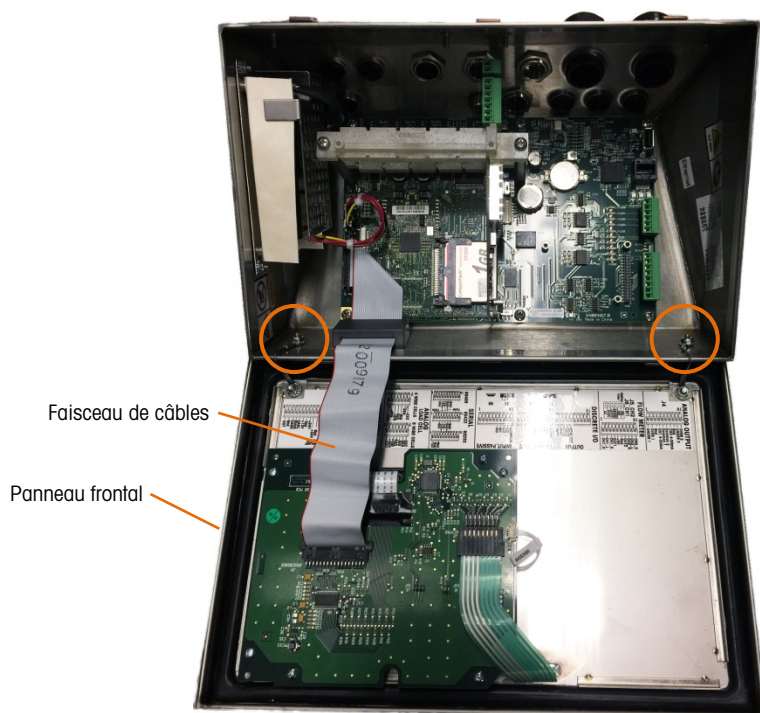

Figure 2-9 : Enceinte pour environnement difficile ouverte, avec panneau frontal dans l'orientation d'origine
3. Desserrez les deux écrous fixant les deux câbles métalliques que vous enlevez. Ils servent de charnières reliant le couvercle avant à l'enceinte arrière. Ils sont encerclés à la Figure 2-9